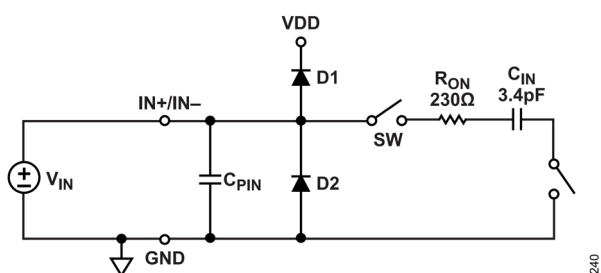

図 40. 等価アナログ入力回路
図 40 は、AD4060 のアナログ入力 (IN+ と IN-) の等価回路を示しています。アナログ入力は、スイッチング容量性負荷としてモデル化されています。アキュイジション・フェーズでは、サンプリング・スイッチ (SW) が、 230Ω のスイッチ・オン抵抗 (R_{ON}) を介して、各入力ピンと 3.4pF のサンプリング・コンデンサ (C_{IN}) を直列に接続します。変換フェーズでは、SW を切り離して、サンプリング・コンデンサに保持された IN+ピンおよび IN-ピンの電圧をサンプリングします。D1 および D2 は、IN+ピンおよび IN-ピンからそれぞれ VDD 電源および GND につながる ESD ダイオードを表しています。C_{pin} は GND に対する各入力ピンのピン容量を表しており、通常は 2pF です。